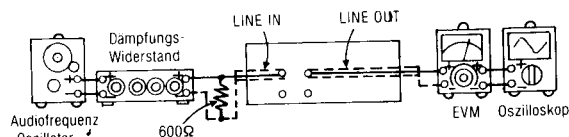

Abb. 8
1. Der Testaufbau ist in Abb. 8 gezeigt.
6. Falls sie nicht dem Standard-Wert entspricht, ist der Drehwiderstand 151 (linker Kanal) {Drehwiderstand 152 (rechter Kanal)} für TAPE 1 und den Drehwiderstand 201 (linker Kanal) {Drehwiderstand 202 (rechter Kanal)} für TAPE 2 zu justieren, und dann sind die Schritte (2), (3) und (4) zu Wiederholen, bis die Ausgangsleistung dem Standard-Wert entspricht.